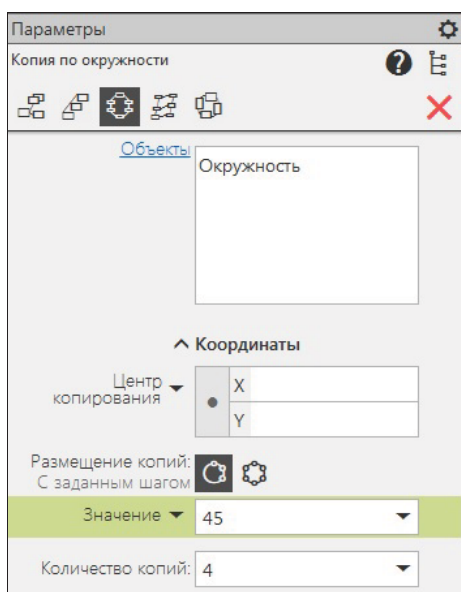

Рис. 11.14. Панель Параметры: Копия по окружности
- ◆ нажмите кнопку **Создать объект**. На панели **Параметры: Копия по окружности** (рис. 11.14) в окне **Объекты** появится название *Окружность* и следующие элементы управления: